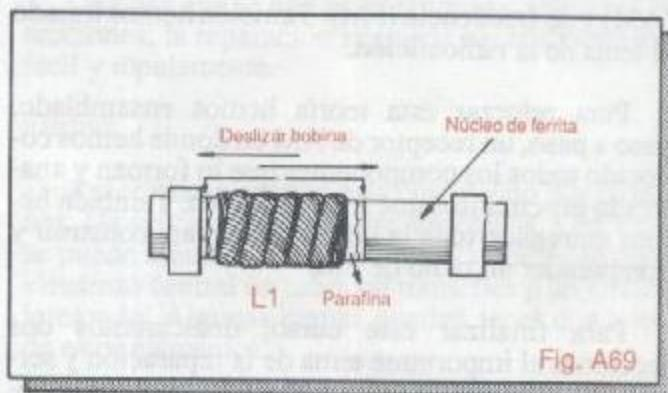

Fig. A69
Paso 4. Mientras observa la señal de FI en el osciloscopio, desplace lentamente la bobina L1 a lo largo del núcleo de ferrita (figura A69) hasta obtener la máxima amplitud posible. Preserve el punto de ajuste inmovilizando la bobina L1 al núcleo con pegante epóxico o parafina derretida.